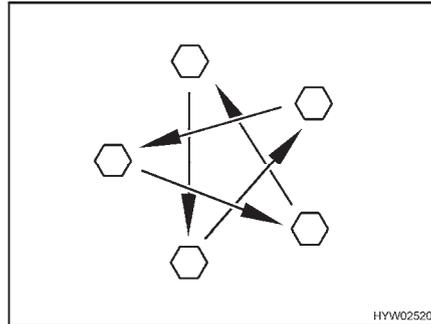

Bild 140 Radmuttern oder Radschrauben über Kreuz anziehen
- Radmuttern oder Radschrauben regelmäßig auf festen Sitz prüfen. Radmuttern oder Radschrauben eines ausgewechselten Rades nach 50 km über Kreuz nachziehen (Bild 140).